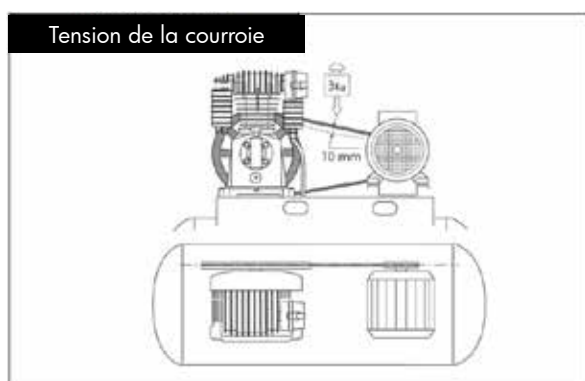

Fig. 19 Contrôle de la tension
5. Vérifiez la tension de la courroie. La courroie doit pouvoir s'écarter d'environ 10 mm si on y applique une force de 3 kg (figure 19). Si nécessaire, ajustez la tension de la courroie en déplaçant le moteur. Veillez à ce que la poulie et le volant restent bien alignés.